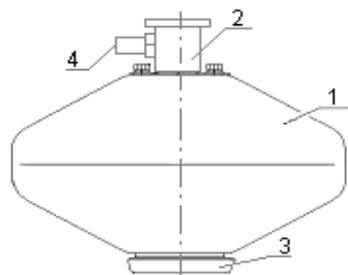

Рис. 1 – Конструкция МПП
4.1 Конструкция МПП приведена на рис. 12.